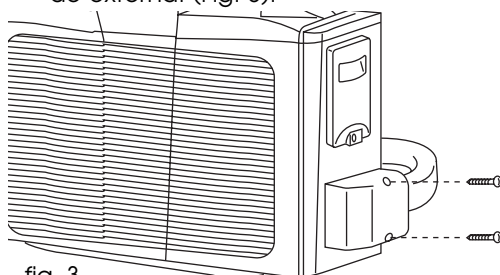

fig. 3
- 1) Desaperte os dois parafusos da tampa de protecção das uniões situadas na unidade externa. (Fig. 3).